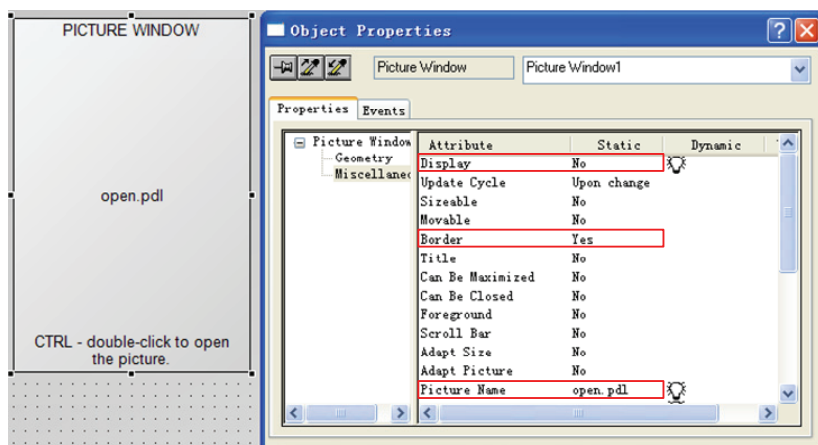

图 6-30 组态“Picture Window”对象的属性
2) 组态画面窗口。新建一个画面，在画面中添加一个“Picture Window”（对象选项板→“Standard”选项卡→“Smart Object”），用鼠标右键单击“Picture Window”，在弹出的快捷菜单中选择“Properties”，打开“Object Properties”窗口。在“Properties”选项卡中选择“Geometry”属性，设置“Picture Window”的宽度为 200，高度为 300。在左侧窗口选择“Miscellaneous”属性，在右侧窗口设置“Display”属性的静态值为“No”，“Border”属性的静态值为“Yes”，“Picture Name”属性的静态值为“open.Pdl”，如图 6-30 所示。